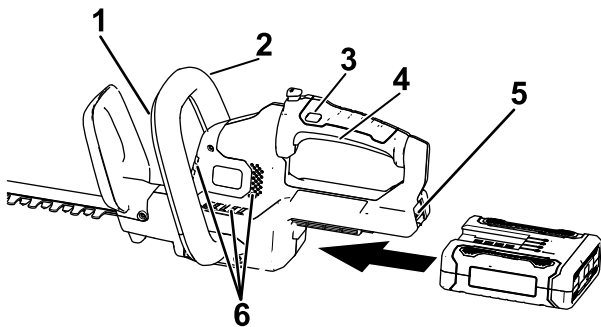

Figura 5
3. Alinee el hueco de la batería con la lengüeta del alojamiento de la empuñadura, sujete la empuñadura, e introduzca la batería en la empuñadura hasta que el cierre encaje en su sitio (Figura 5).
4. Coloque una mano en la empuñadura con gatillo. Coloque la otra mano en la empuñadura auxiliar (Figura 5).
5. Presione el interruptor de bloqueo y apriete el interruptor del gatillo mientras activa el interruptor de la empuñadura auxiliar para encender el cortasetos (Figura 5).
El cortasetos seguirá encendido mientras se aprieten el interruptor de la empuñadura auxiliar y el gatillo. Puede soltar el interruptor de bloqueo una vez que el cortasetos esté funcionando (Figura 5).
Para apagar el cortasetos, suelte el gatillo, el interruptor de la empuñadura auxiliar, o ambos (Figura 5). Espere al menos 5 segundos para que la cuchilla se detenga.